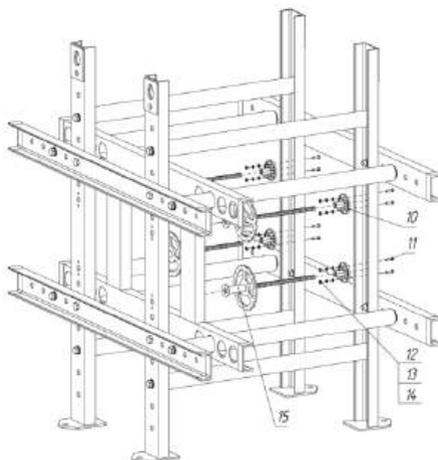

Рис. 3. Установка винтов и гаек стяжных
3. Прикрутите гайки стяжные (поз. 10) комплектным крепежом (поз. 11, 12, 13, 14). Прикрутите винты стяжные (поз. 15) к гайкам стяжным согласно рис. 3.